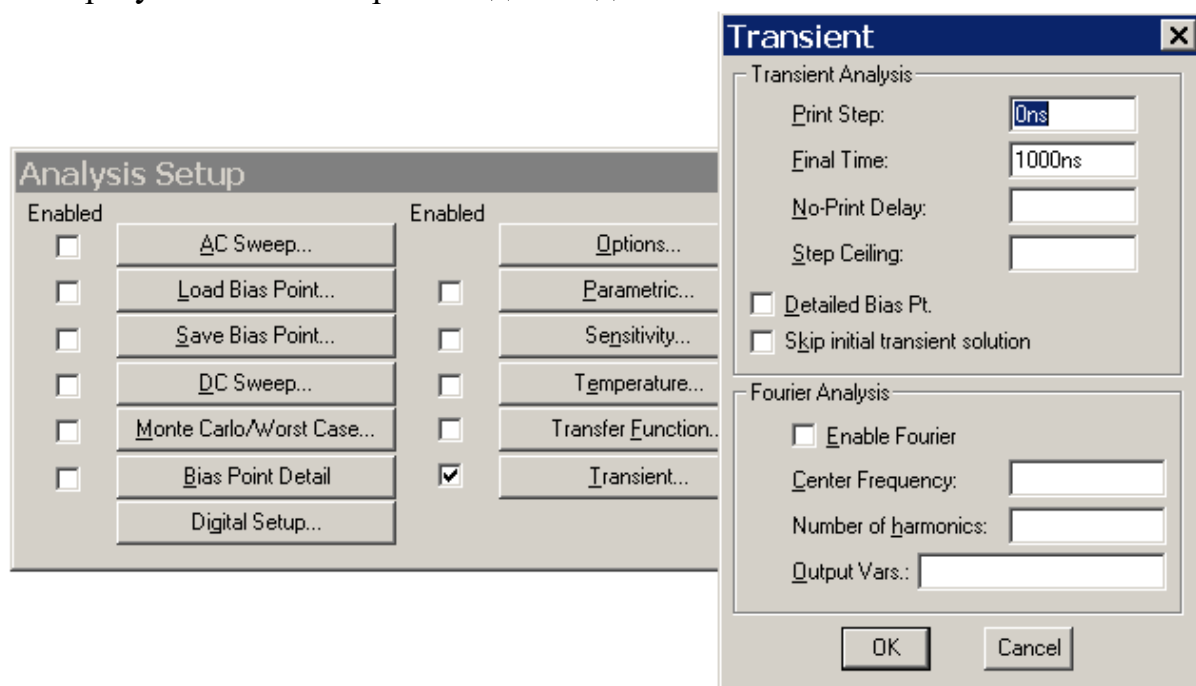

Рисунок 3.1 – Настройка анализа переходных процессов
Начинается анализ всегда в момент времени  $t = 0$ . В окне **Transient (рис. 3.1)** указывается время окончания анализа **Final Time** (Конечное время). Результаты вычислений выводятся в виде таблиц, в выходной файл с расширением **.out**, или с возможностью представления в виде графиков, в выходной файл с расширением **.dat**, с интервалом времени, задаваемым параметром **Print step** (Шаг печати). При выводе на график применяется квадратичная интерполяция между дискретными отсчетами. Если требуется получить график не с нулевого момента времени, а позже, то можно задать данный момент времени в поле **No-Print Delay** (Задержка печати). Это бывает полезно для уменьшения файла данных, уменьшения времени получения значимых результатов или при отладке модели.
**3.4.2** Через меню **Analysis > Setup** открыть окно настройки моделирования и выбрать тип анализа **Transient**. Первоначальные параметры анализа в окне **Transient** задать, как показано на **рис. 3.1**.